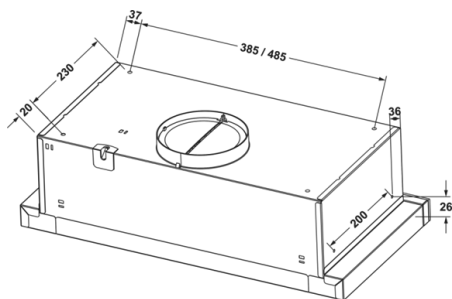
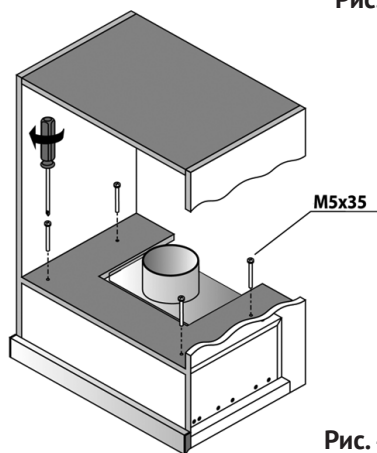

Рис. 4
Рис. 4.1
6.5 Чтобы установить вытяжку в кухонном шкафу, сделайте 4 отверстия диаметром 6-7 мм в нижней полке шкафа в соответствии с рис. 4. Закрепить вытяжку с помощью 4 винтов M5x3 (рис. 4.1).
6.6 Подсоедините барботер к выходу турбины (с переходником трубы барботера Ø150x120 мм). Снимите другой конец барботера в вентиляционную шахту (Рис. 4 / 4.1).